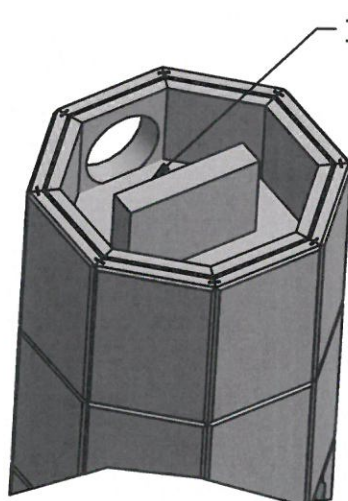
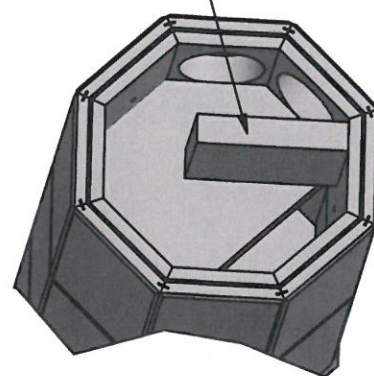

Fig. 18
Fig. 19
7. Plasser labyrintplaten. For røykuttak bak, se **Fig. 18**, for uttak på siden, eller skrått, se **Fig. 19**